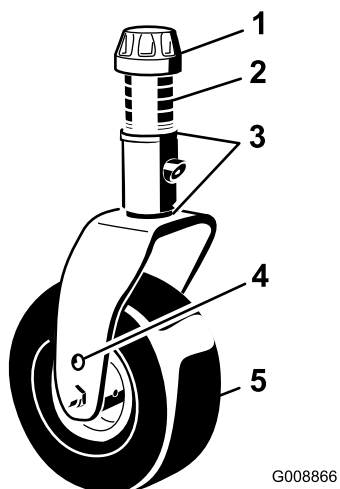

Figura 30
3. Regolate gli spessori (3 mm) sulla forcella (o forcelle) della ruota orientabile, finché l'altezza di taglio non corrisponde al valore riportato sull'adesivo (Figura 30); fate riferimento a Regolazione dell'altezza di taglio \(pagina 27\).